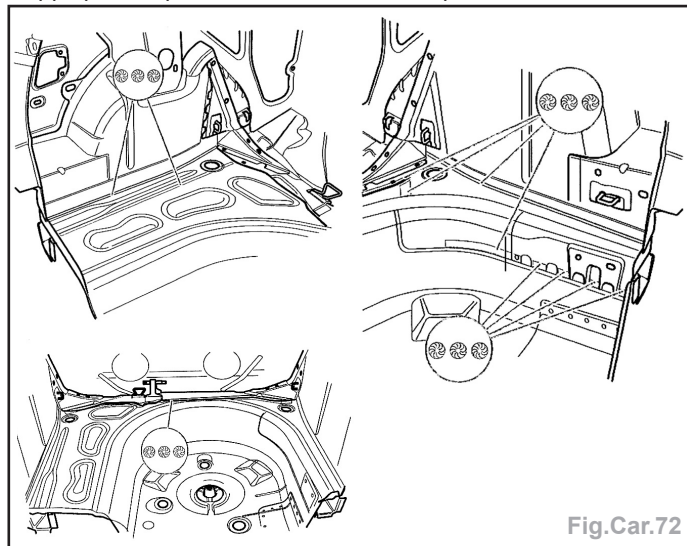

Fig.Car.72
- Souder (Fig.Car.72) par points bouchons à l'arc sous gaz protecteur.